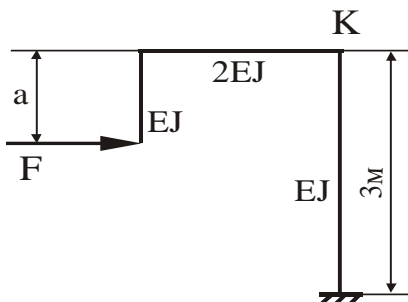

Рис. 16
9. Подобрать длину консоли a , чтобы горизонтальное смещение сечения «К» в раме (рис.16) равнялось нулю.